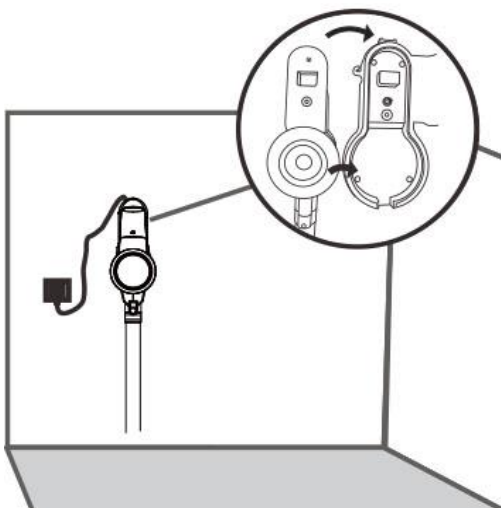

Abb. 1
2. Einfach das Gerät in die Ladeaufnahme einsetzen, um es aufzuladen (Abb. 1). Den Ladestecker an eine Steckdose anschließen.